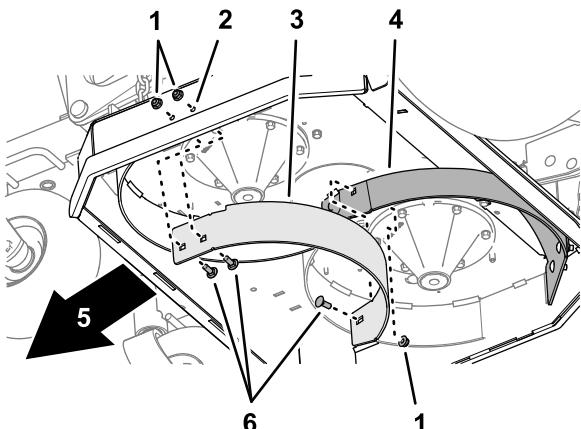

Figura 11
1. Retire los 3 pernos de cuello cuadrado ($\frac{3}{8}$ " x 1") y las 3 contratueras con arandela prensada ($\frac{3}{8}$ ") que sujetan el deflector izquierdo al lateral de la carcasa y al deflector derecho, y retire el deflector izquierdo (Figura 11).